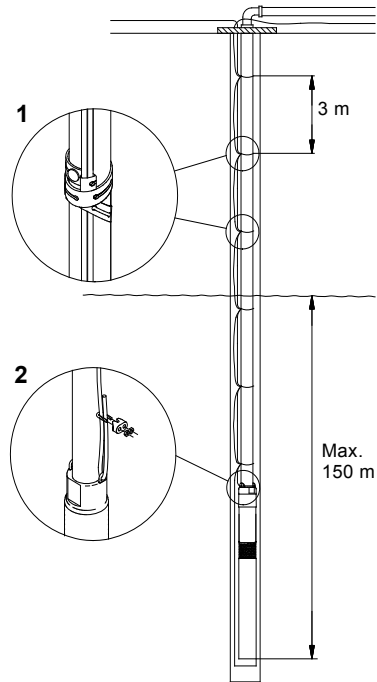

Fig. 11
Clemele de cablu trebuie fixate din 3 în 3 metri, vezi fig. 11.
**Adâncimea maximă** de instalare sub nivelul static al apei: 150 metri, vezi fig. 11.
Se recomandă asigurarea pompei cu un cablu de fixare fără sarcină, vezi fig. 11, pos. 2.